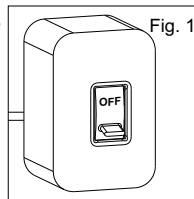
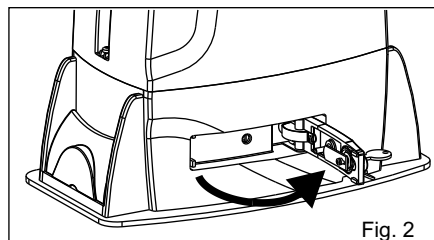
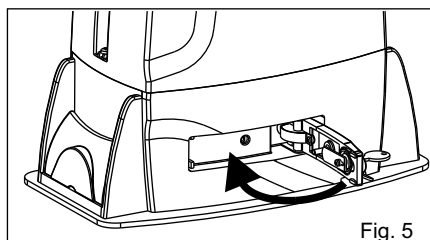

Fig. 1
Fig. 2
Fig. 5
3) Desactivar la corriente eléctrica (Fig. 1), desbloquear el motor (Fig. 2) y posicionar manualmente las antas a mitad de la carrera (Fig. 3-4). Reestablecer el bloqueo mecánico (Fig. 5).